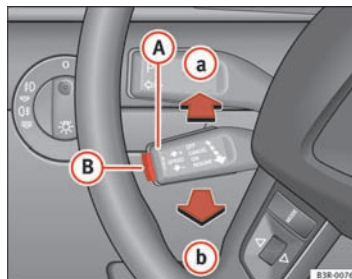

Fig. 152 Eléments de commande du régulateur de vitesse
- poussez le levier **(A)** ⇒ page 191, fig. 152 jusqu'en position **(a)** (sans le faire encliqueter).